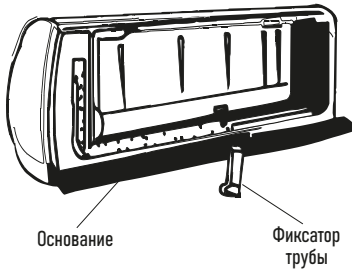

Рисунок 11
- Переместите выпускную трубу в левую сторону и снимите крышку с правой стороны. Закрепите трубы в пазу внутреннего блока с помощью фиксатора трубы (Рис. 11).